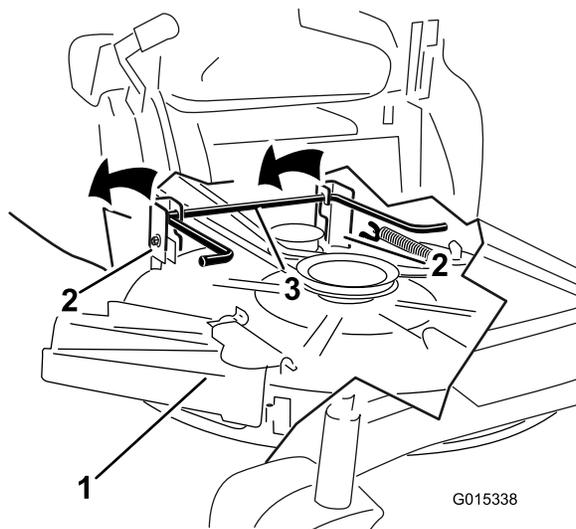

Figure 56
5. Soulevez l'arrière du tablier de coupe et guidez les supports sur la tige de levage arrière (Figure 56).
5. En vous aidant des poignées, soulevez le tablier de coupe et les supports pour les dégager de la tige de levage arrière et abaissez le tablier au sol avec précaution (Figure 56).